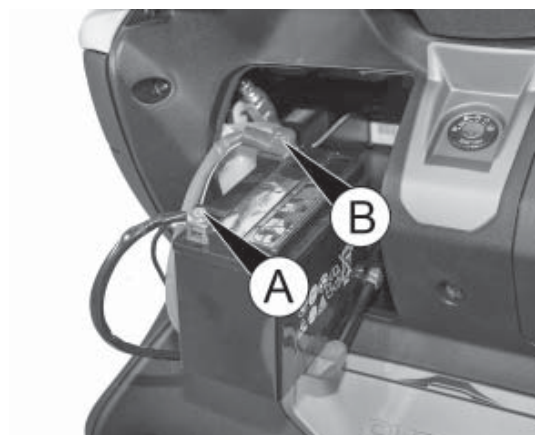

Abb. 10
- die Klemme A Abb. 10 (Minus) von der Batterie aushaken, danach die Klemme B (Plus).
- Um die Batterie wieder anzubringen in umgekehrter Reihenfolge vorgehen, dabei darauf Acht geben, erst die Klemme B Abb. 10 (Plus) und danach die Minusklemme A Abb. 10 einzuhaken.